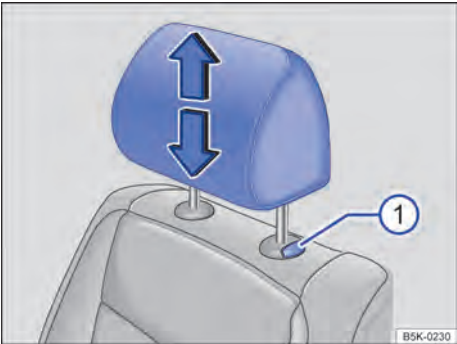
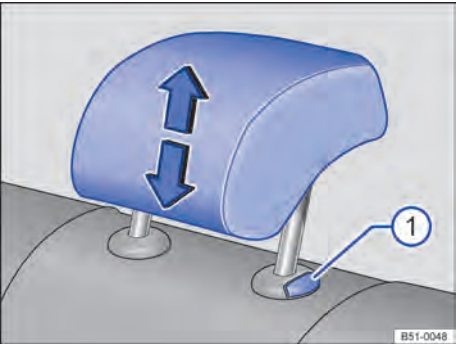

Fig. 41 Ajustar o apoio para cabeça dianteiro ou traseiro.
Fig. 42 Ajustar o apoio para cabeça traseiro.
- Empurrar o apoio para cabeça para cima no sentido da seta ou, com o botão  \Rightarrow Fig. 41  ou \Rightarrow Fig. 42  pressionado, empurrar para baixo \Rightarrow .